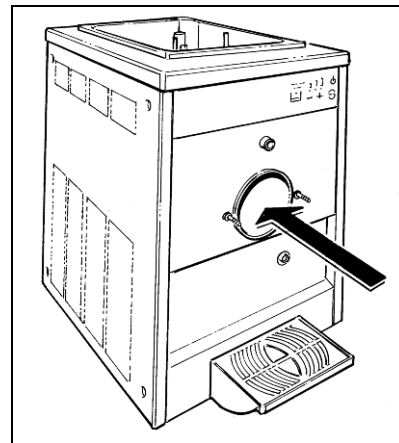

Fig. 19
- Lavare accuratamente il cilindro di congelamento e la vasca superiore, rimuovendo ogni residuo di prodotto con una spugna pulita imbevuta di sanizzante prestando attenzione di bagnare completamente tutte le superfici per almeno 60 secondi. Lasciare poi asciugare ed assicurarsi di seguire le normative locali cogenti (vedi fig.19).
- Smontare la vaschetta raccogli gocce tirandola leggermente verso l'esterno (fig.19) e lavarla accuratamente con acqua calda e detersivo per stoviglie.